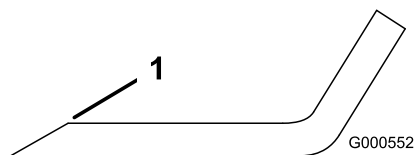

Figure 35
1. Au moyen d'une lime, aiguissez les tranchants aux deux extrémités de la lame (Figure 35).
Remarque: Si la lame est déséquilibrée, limez un peu l'extrémité de l'ailette seulement (Figure 35).